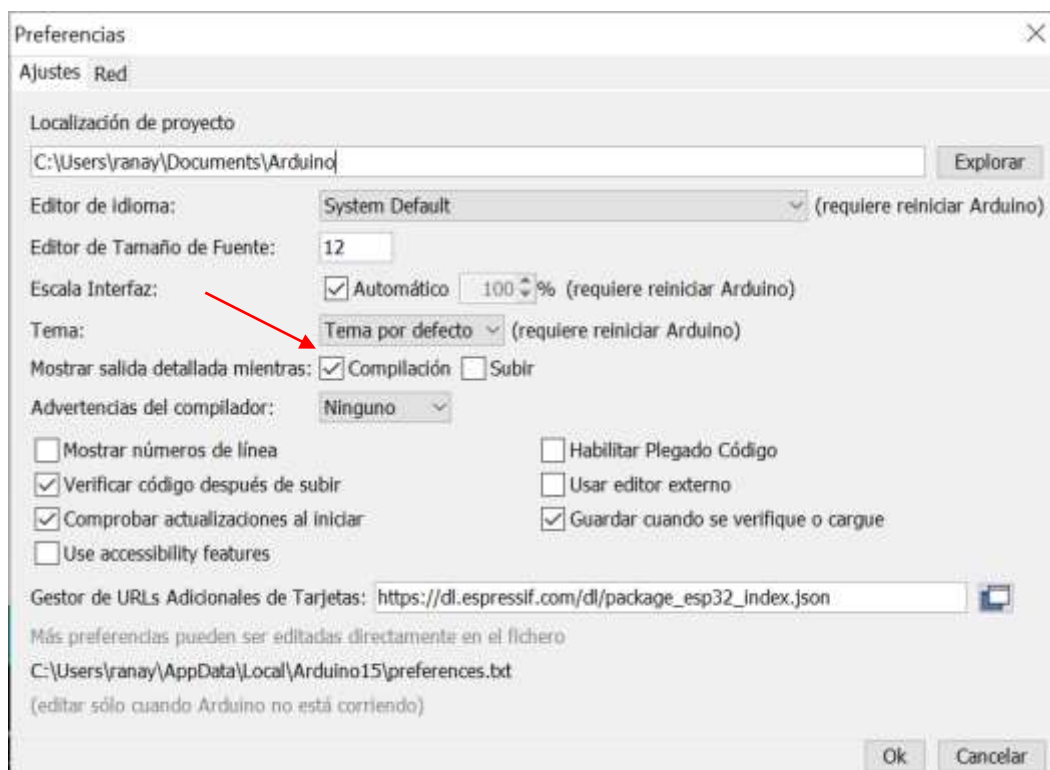

Figura 11.7 Configuración que mostrará la ruta del archivo HEX
3. En el IDE de Arduino, escribir el sketch; el archivo que se requiere en Proteus es el HEX, por lo que es necesario configurar en Archivo -> Preferencias -> habilitar opción COMPILACIÓN (figura 11.7).